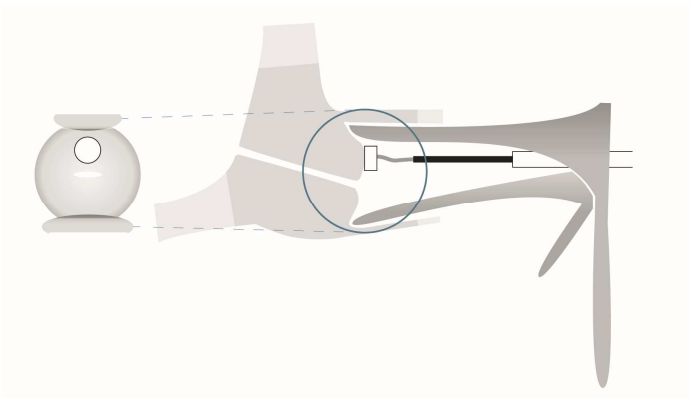

FIGURE 17 : L'emplacement des mesures se trouve sur la lèvre antérieure du col utérin, à la position de 12 heures.
- 6) Déterminer si la sonde peut être placée sur la lèvre antérieure du col utérin à la position de 12 heures (comme illustré à la FIGURE 17).
- 7) Inspecter l'emplacement des mesures pour identifier toute contre-indication (1.10 - **Contre-indications**). Interrompre la mesure si une contre-indication quelconque est identifiée ou si l'emplacement n'est pas accessible (consulter la FIGURE 17).